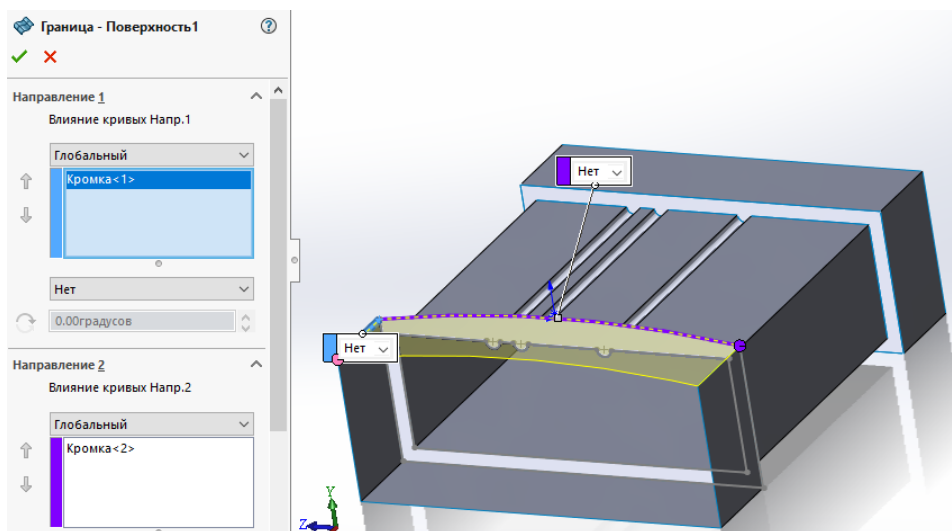

Рис. 13. Построение поверхности
14. Верхняя поверхность будет создана с помощью альтернативной операции **Поверхность границы** . Данный инструмент используется для создания поверхности по двум направлениям. Для этого выделяются две направляющие кромки, как показано на рис. 13.